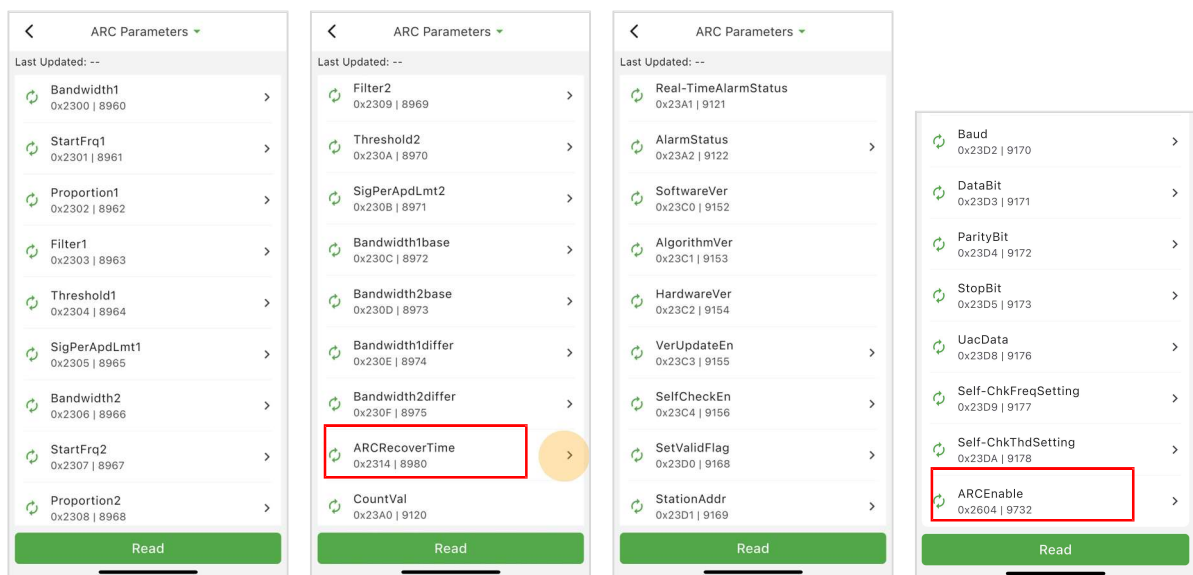
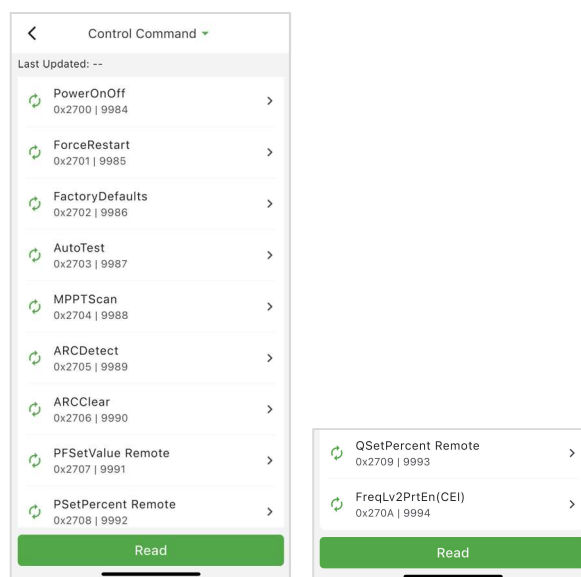

Fig. 6-21 Parámetros ARC
Fig. 6-33 Comando de control
Cuando se activa la protección ARC, el dispositivo realizará funciones de reconexión automática cinco veces en un plazo de 24 horas. La duración entre estos intentos de reconexión se puede configurar en el elemento «ARC Recover Time» (Tiempo de recuperación ARC) (como se muestra en la Fig. 6-21). Si la protección ARC se activa por quinta vez, debe borrar manualmente el fallo ARC (véase la Fig. 6-33 en la sección 6.3.3.3.13). A continuación, el dispositivo reanudará la función de reconexión automática: se reconectará cinco veces en un plazo de 24 horas y será necesario un arranque manual.
- **ARC Clear:** esta función se utiliza para desactivar manualmente la protección ARC de la máquina (si hay una tarjeta de red 4G conectada, esta función se puede utilizar de forma remota en la página web). El dispositivo está preconfigurado para intentar la reconexión automática hasta cinco veces en un plazo de 24 horas (esto se puede ajustar en el área de parámetros de la interfaz ARC, consulte la Fig. 6-21). Si la protección ARC se activa por quinta vez, debe borrar manualmente el fallo para volver a habilitar la función de reconexión automática, que intentará volver a conectarse hasta cinco veces en las siguientes 24 horas.